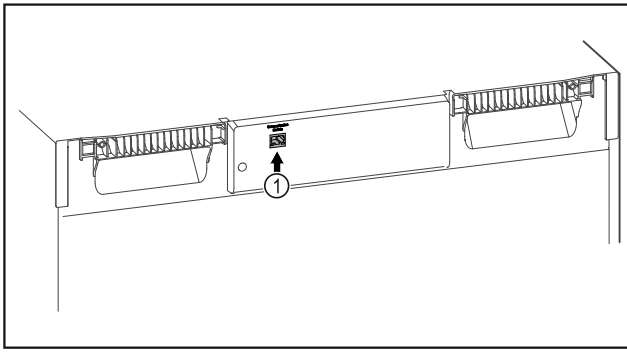

Fig. 106
- SmartModule Fig. 106 (1) är insatt.